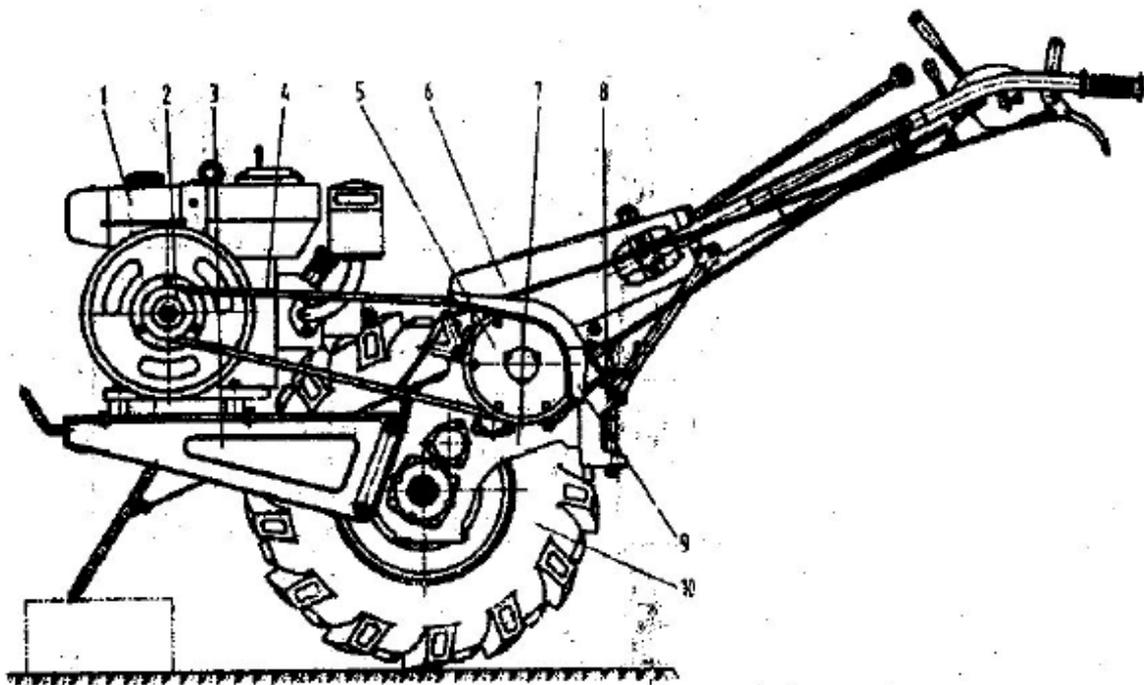

Рис. 1 Внешний вид и основные детали модели У
1. Изображение и наименования основных деталей и компонентов (Рис. 1)